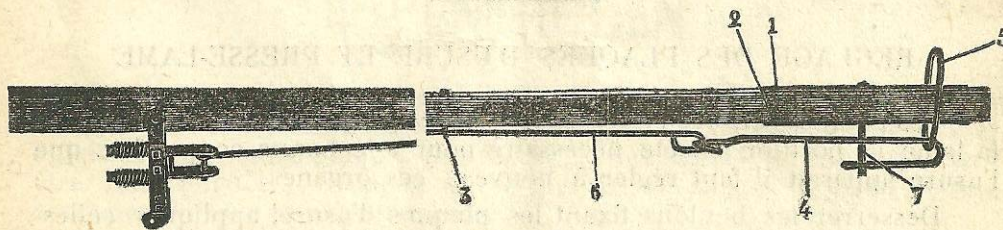

Fig. 7
c) Attelage à bœufs pour Faucheuses D. 1 b, D. 2 b et D. 3 b (Fig. 7) :